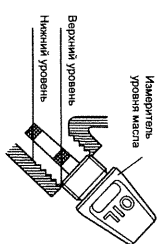

Fig. 10
- 1) Залейте 80 мл 4-тактного моторного масла в маслозаправную горловину. (Fig. 10)